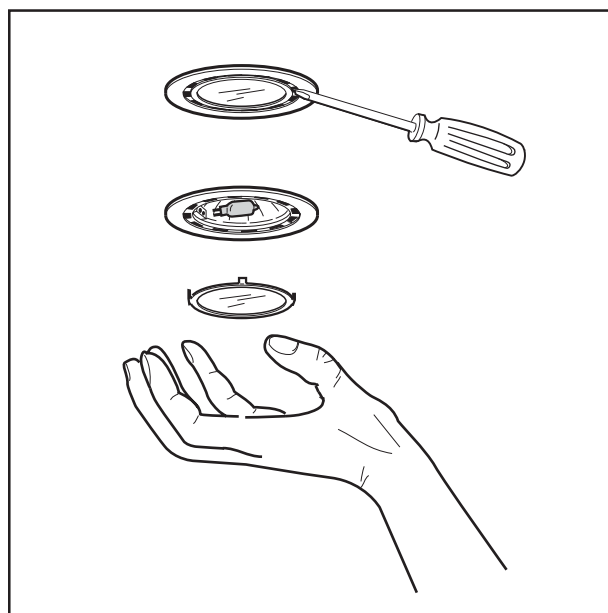

Figure 4
- Utiliser le plat d'une lame de tournevis ou un outil semblable; forcer délicatement le couvercle, tel qu'il est illustré à la figure 4.